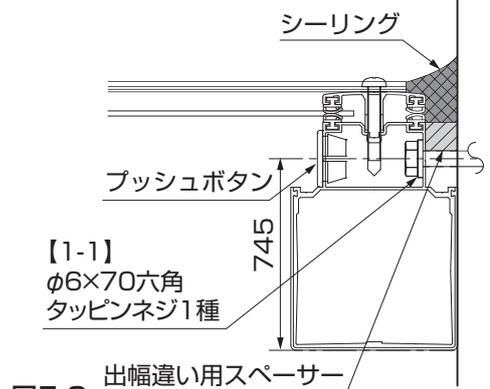

図5-3
- 躯体の柱、間柱の位置に合わせて、垂木を固定してください。(図5-3参照)